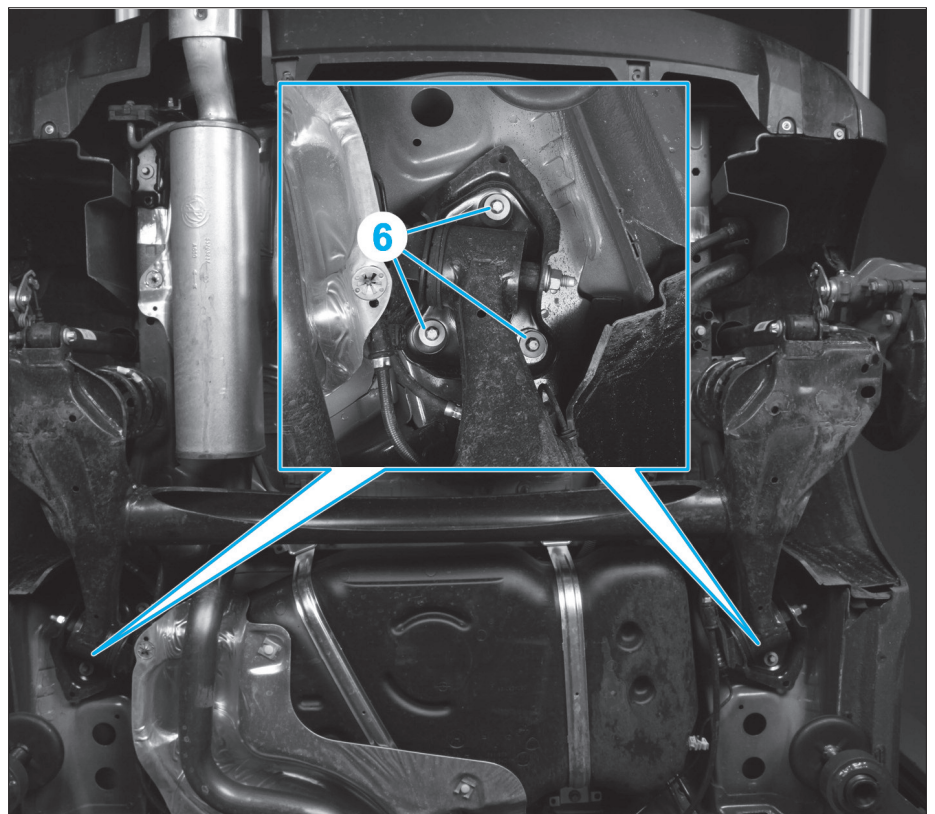

Fig. 24
- De chaque côté, déposer les fixations (6) de l'essieu arrière (Fig.24).